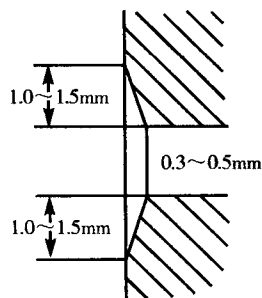

图 1-8 气口边缘的刮修尺寸
⑥对二冲程发动机，由于汽缸内壁上开有气口，为了防止活塞环与气口边缘发生撞击。对此，在汽缸镗好后，用刮刀或小砂轮对汽缸内壁上各气口进行刮修、打磨，直至符合如图 1-8 所示要求。然后将汽缸清洗干净，擦净缸壁并在壁面上涂抹一层机油，即可待用。